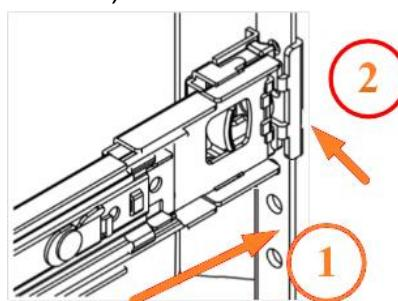

Рисунок 138 – Завершение стойки кронштейна
- 6) Завершить сборку кронштейна на стойке с противоположной стороны, как описано выше (см. Рисунок 138).